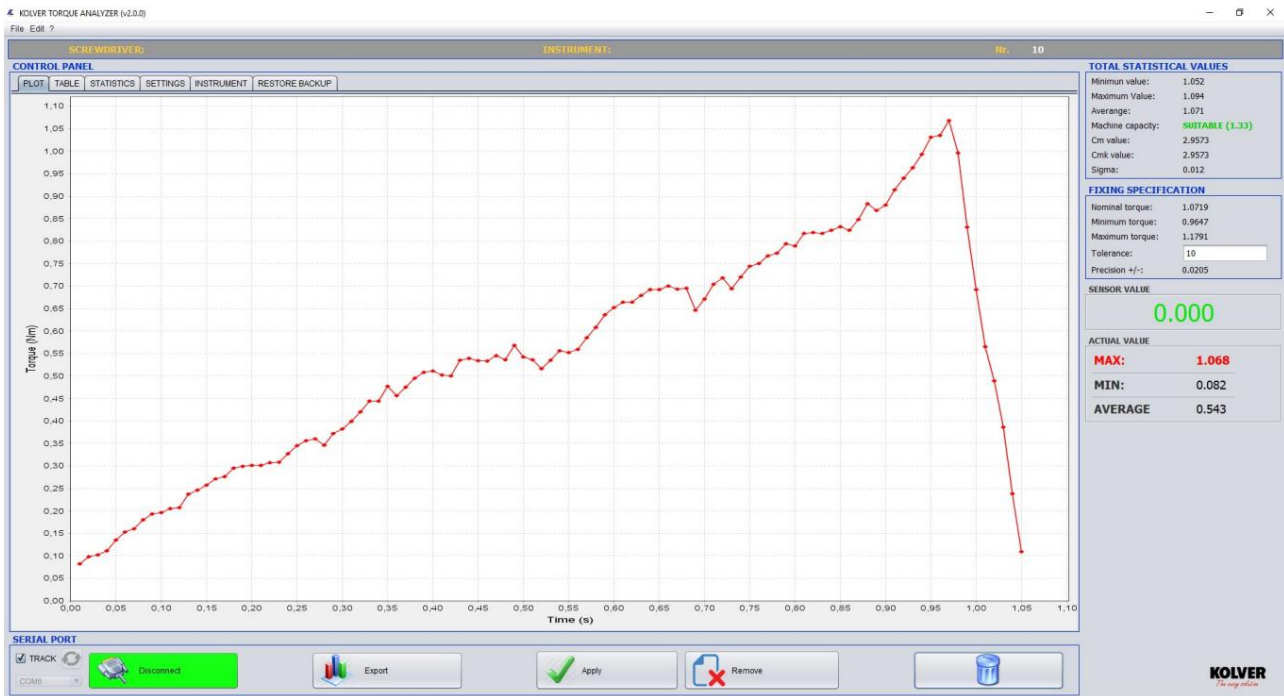

图 3:标记 Track 模式。
A. GRAPHIC :此部分允许显示值的图形（见图 3）。